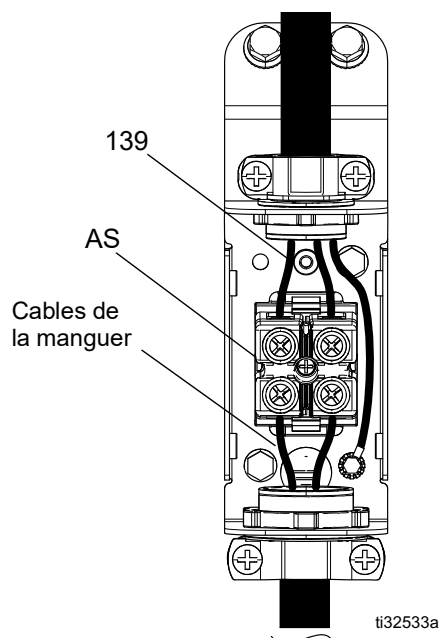

FIG. 70
2. Abra la puerta del armario eléctrico (173) aflojando los pernos (68) y levantando hacia arriba la puerta.
3. Desconecte el disyuntor CB5 y los cables de la manguera en la caja de conexiones eléctricas de la manguera. Vea la FIG. 70, página 69.
- b. Si hay continuidad, reconecte los cables de la manguera en la caja de conexiones eléctricas. Vea la FIG. 70, página 69. Conecte el disyuntor CB5. Cierre la puerta del armario eléctrico (173) y apriete los pernos (68).